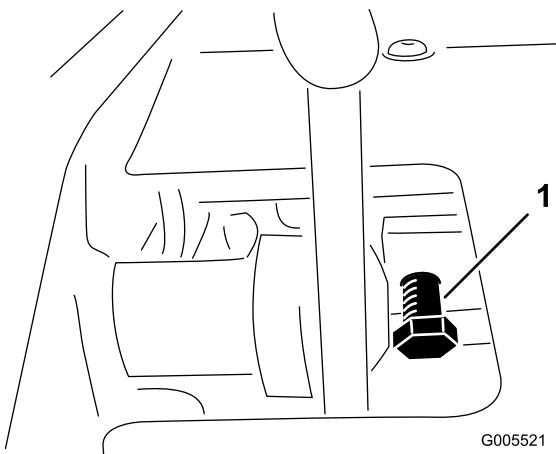

Figura 57
- Allentate il controdado sul bullone di fissaggio del pedale (Figura 57).